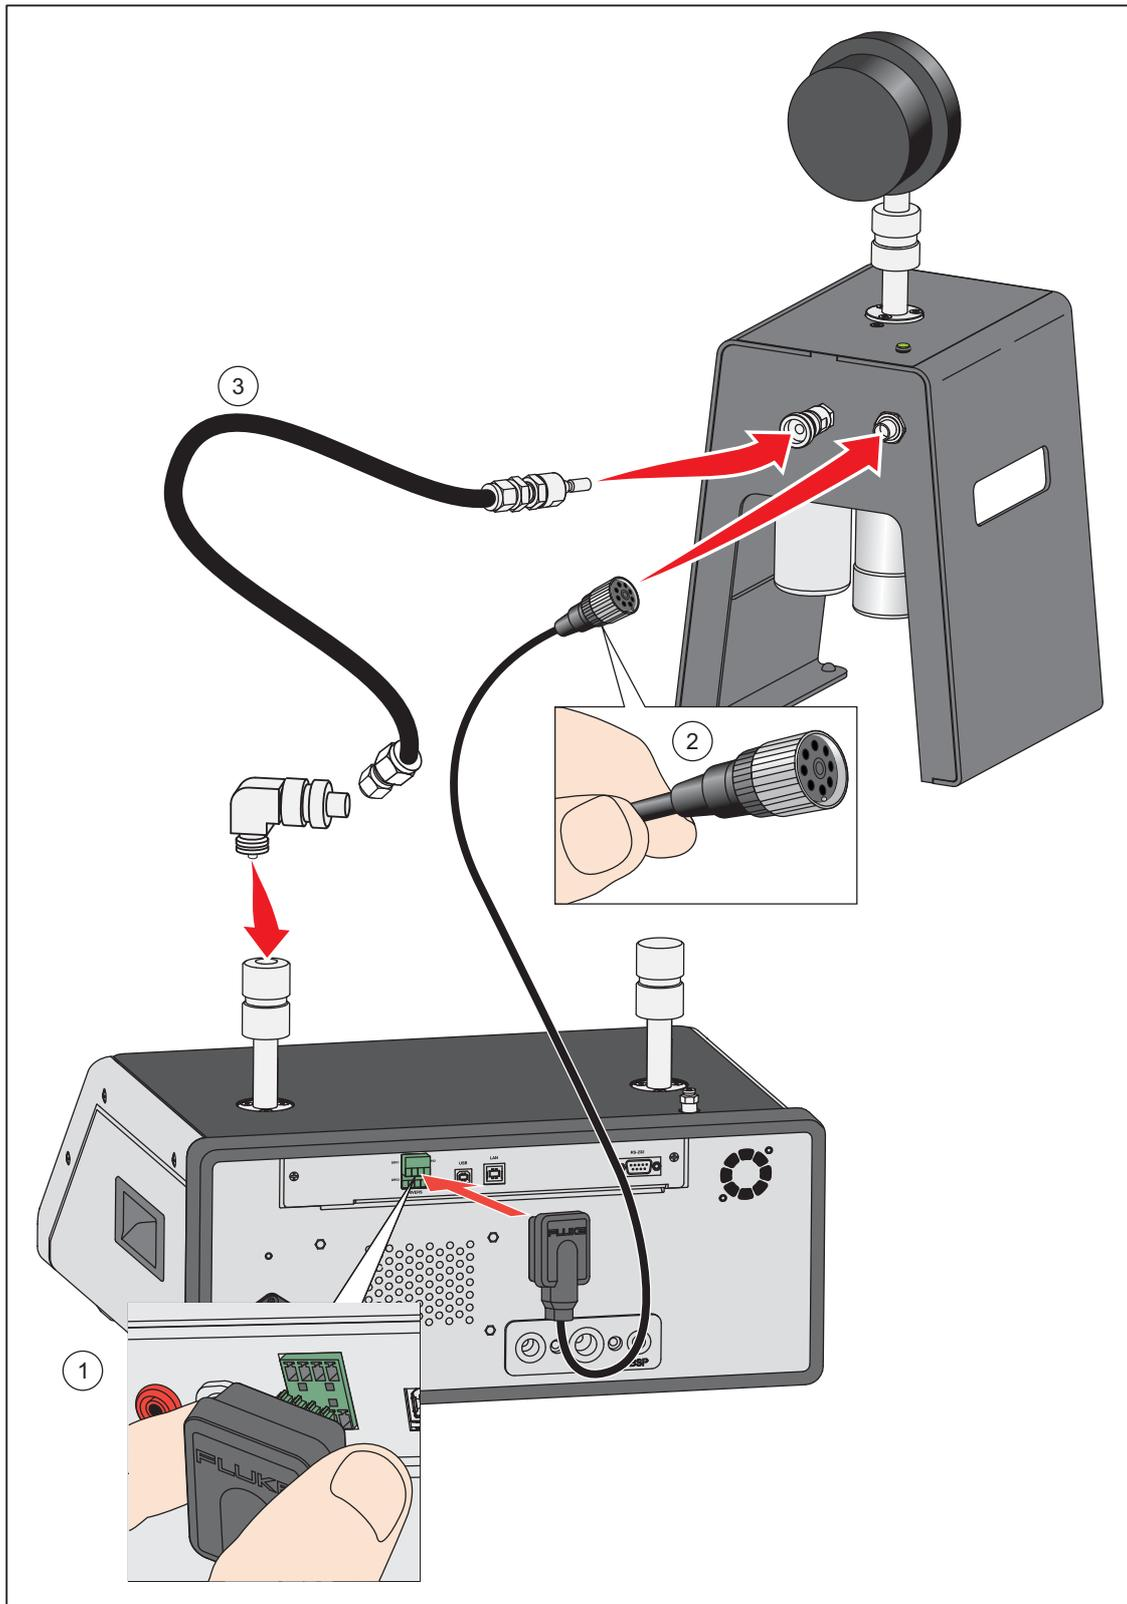

図 17. CPS ドライバーとマニフォールドの接続
1. CPS を本製品の近くの丈夫な作業机に設置します。CPS は重量があるため作業台に設置し、必要に応じてボルトで作業台に固定できます。接続については、図 17 を参照してください。コネクターの極性が本製品に正しく接続されているか確認します (茶色の線が DRV3 の左側にあります)。
2. CPS から本製品の背面にある DRV1、DRV2 および DRV3 コネクタに電気ケーブルを接続します。コネクタは、CPS が正しく接続されるようになっています。図 17 を参照してください。